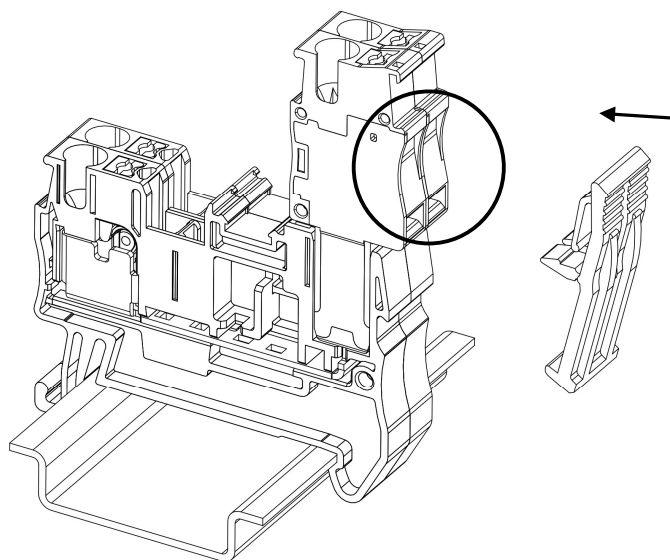
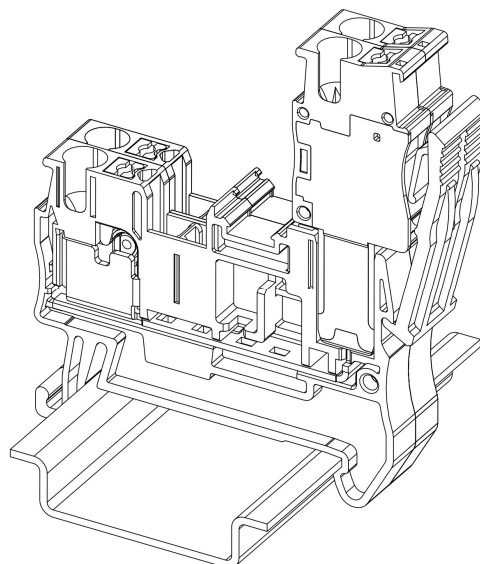

Рисунок 49 – установка защелки
Рисунок 50 – установленная защелка
- Для установки защёлки вдавите её в боковые пазы двух соседних штекеров до характерного щелчка (рис. 49; рис. 50). Защелка надежно фиксирует штекеры между собой и предотвращает их возможное отсоединение от клеммного блока.